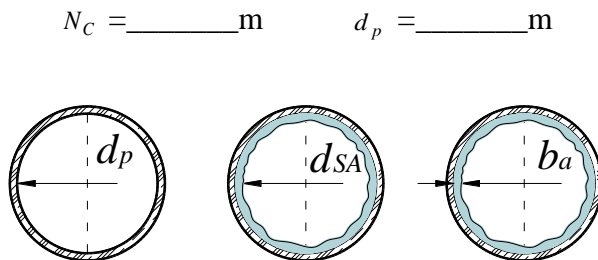

Figura 3. Espesor del flujo anular.
- a) El nivel de la cresta N_C del vertedor de aforo, en m, y la lectura d_p del vernier en la pared interior del pozo de caída sección 2, en m, ver figura 3
- La distancia d_{SA} en la sección 2. figura 3.